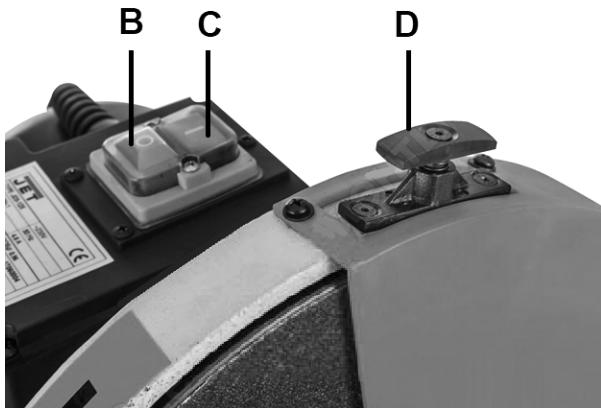

Fig 4
Mettre la machine en route avec le bouton vert (C, Fig 4). Arrêter la machine avec le bouton rouge (B).